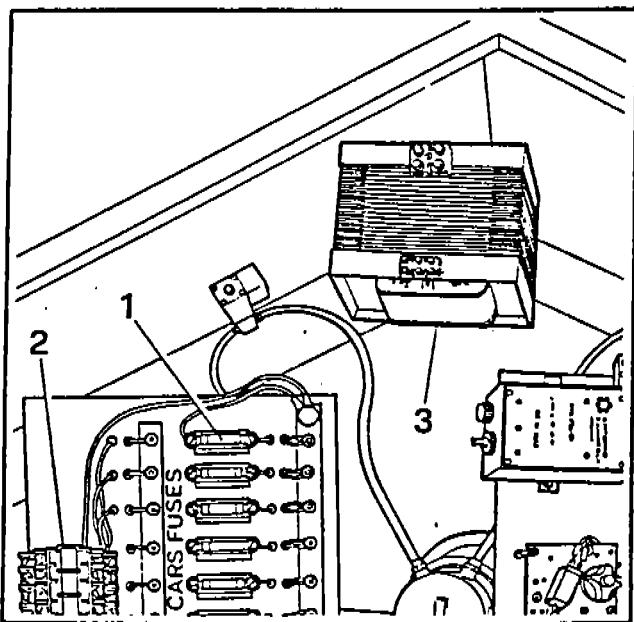

Fig. 5
- a) Check the Main Fuse (1 Fig. 5) for the solenoid valve and the teleswitch (2 Fig. 5) on the fuse panel in the top bowl.
- b) Check the transformer (3 Fig. 5) in the center of the ride, after the electrical commander box.
- a) Controllare il fusibile generale delle elettrovalvole (1 Fig. 5) ed il relay (2 Fig. 5) posizionati nel pannello fusibili dentro la boccaia.
- b) Controllare il trasformatore (3 Fig. 5) che si trova nel centrino della giostra dopo il quadro elettrico.
- a) Check the teleswitch (2 Fig. 5) on the fuse panel in the top bowl.
- a) Check the teleswitch (2 Fig. 5) on the top bowl.
- a) Controllare il relay (2 Fig. 5) posizionato nel pannello fusibili dentro la boccia.